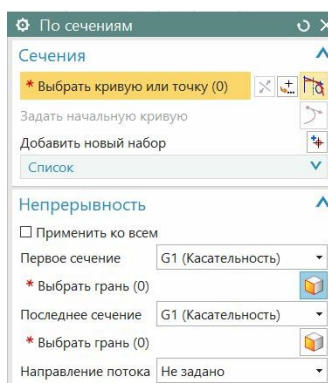

рис.44
- В диалоговом окне следует указать **ребра** сопрягаемых поверхностей, между которыми должно пройти сопряжение, и задать качество переходов (рис.44 - 47).